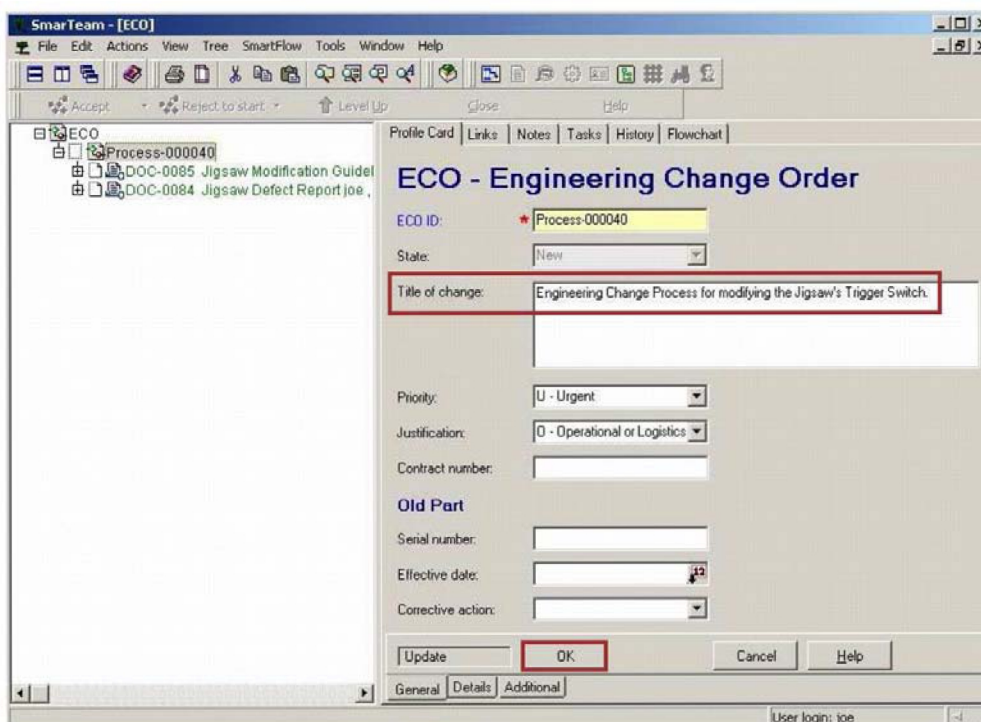

Рис.51. Заполнение атрибутов
- Паспорт процесса стал доступным для редактирования. Наберите текст и нажмите ОК (рис. 51).